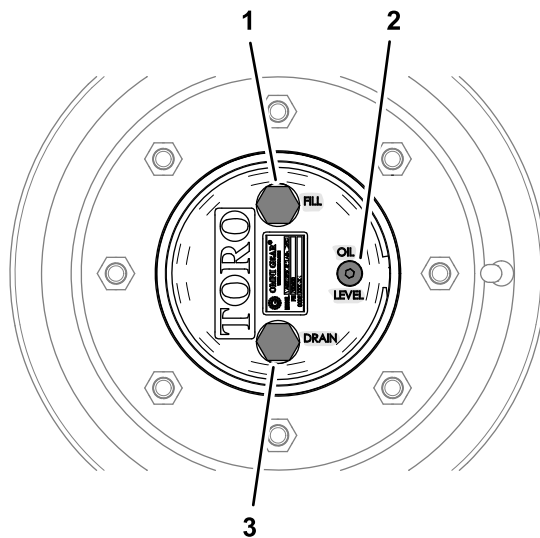

Figura 83
1. Com a máquina numa superfície plana, posicione uma roda de forma a que o tampão de enchimento fique na posição mais elevada (12 horas) e o tampão de drenagem na posição mais baixa (6 horas) (Figura 83).
de enchimento fique na posição mais elevada (12 horas) e o tampão de drenagem na posição mais baixa (6 horas); consulte Figura 83 em Verificação do lubrificante da transmissão da engrenagem planetária \(página 69\).